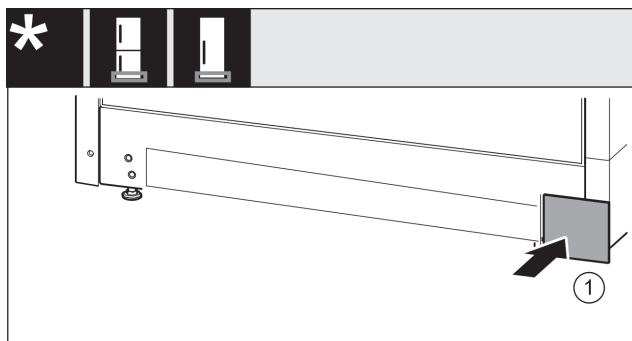

Fig. 16
- Vendosni sërish në vend kapakun mbulues në anën tjeter. Fig. 16 (1)